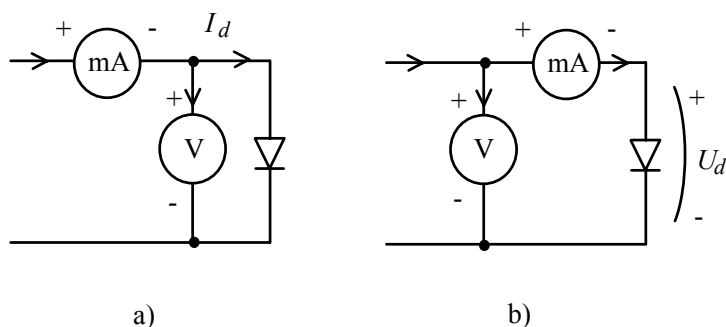

Fig. 1.27. Montarea aparatelor de măsură pentru trasarea caracteristicii statice a unei diode.
**Problema 1.** Pentru un anumit dipol (diodă semiconductoare) trebuie să se traseze experimental caracteristica statică  $I = f(U)$ . Curentul va fi modificat în domeniul 0, ... ,10 mA și se știe că, în aceste condiții, tensiunea pe dispozitiv va fi între zero și 0.8 V. Curentul și tensiunea vor fi măsurate cu multimetre clasice identice, care au marcată pe cea mai sensibilă scală indicația 50  $\mu\text{A}$  / 100 mV. Să se discute, din punctul de vedere al erorii de măsură, cele două configurații posibile, "amonte" și "aval" din Fig. 1.27 și să se decidă care trebuie utilizată.